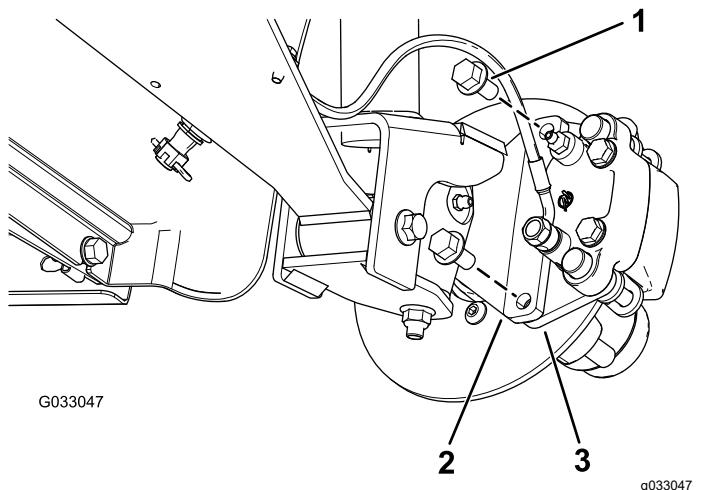
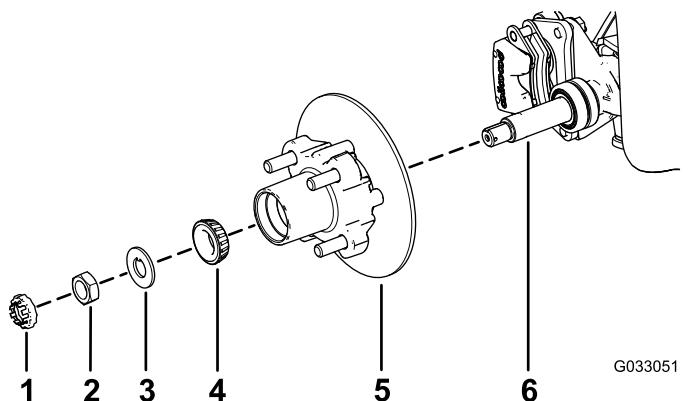

Рисунок 22
Рисунок 26
- Выверните болты с фланцевыми головками ($\frac{3}{8} \times \frac{3}{4}$ дюйма), которые крепят кронштейн тормоза в сборе к оси, и отделите тормоз от оси (Рисунок 22).
1. Нанесите тонкий слой консистентной смазки указанного типа на ось (Рисунок 26).
2. Установите ступицу и тормозной диск на ось так, чтобы тормозной диск был внутри (Рисунок 26).
3. Установите наружный подшипник на ось и в наружное кольцо (Рисунок 26).
4. Установите стопорную шайбу на ось (Рисунок 26).
- поворачивая ступицу так, чтобы подшипник был посажен на место (Рисунок 26).
2. Совместите тормозные колодки с обеих сторон тормозного диска (Рисунок 22) с отверстиями в кронштейне суппорта и отверстиями в креплении тормоза на цапфе (Рисунок 26).
3. Закрепите кронштейн суппорта на цапфе (Рисунок 22) с помощью 2 болтов с фланцевыми головками ($\frac{3}{8} \times \frac{3}{4}$ дюйма).